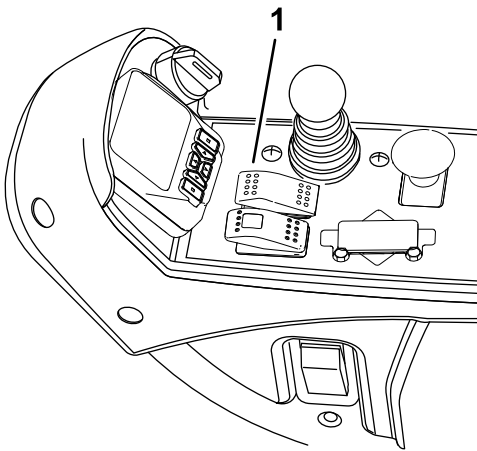
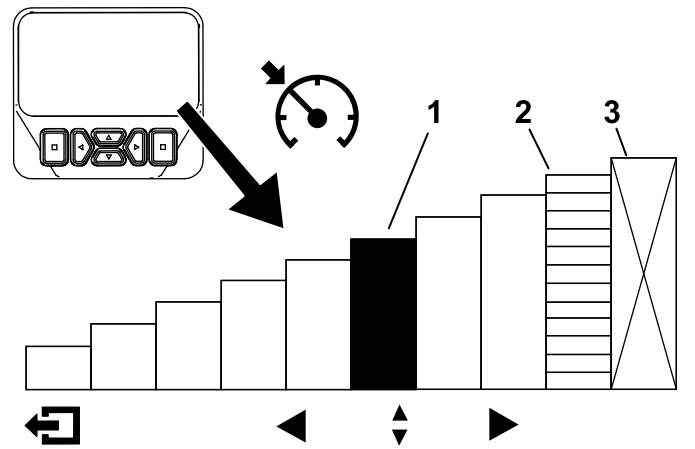

Figure 28
Figure 29
Après avoir activé la commande du régulateur de vitesse et programmé la vitesse (Figure 28), utilisez
l'InfoCenter pour régler la vitesse du régulateur de vitesse (Figure 28 et Figure 29).
1. Placez la commande du régulateur de vitesse en position activée sur la console (Figure 28).
2. Utilisez l'affichage de l'InfoCenter pour régler la vitesse du régulateur de vitesse (Figure 29).